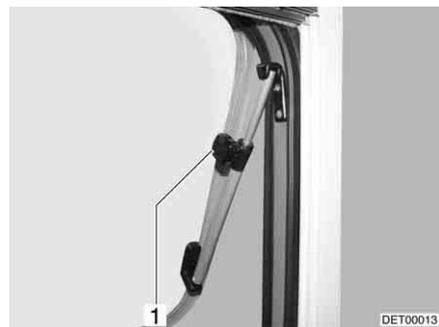

Fig. 53 Finestra apribile con deflettori a rotazione, aperta
- Aprire la finestra apribile fino alla posizione desiderata e fissarla mediante il pomello zigrinato (Fig. 53,1).
- Ruotare il pomello zigrinato (Fig. 53,1) fino a che l'arresto viene sbloccato.